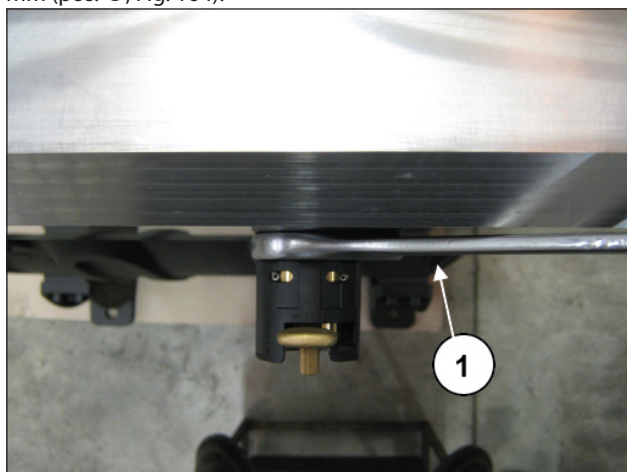

Fig. 164
Svitare il dispositivo apertura valvole mediante chiave da 30 mm (pos. ①, Fig. 164).